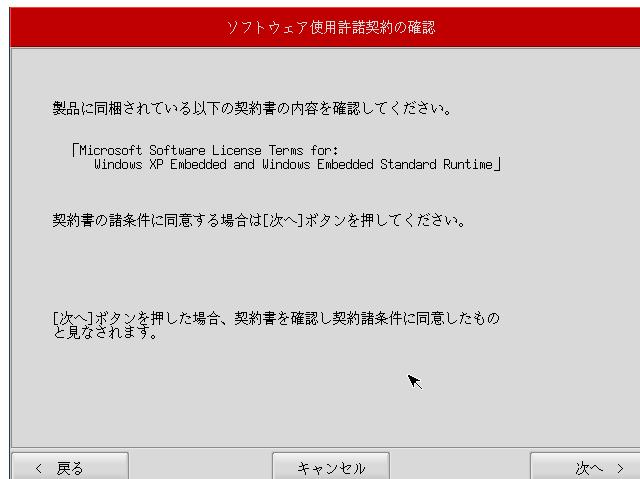

図5-2-1. ソフトウェア使用許諾契約確認画面
- ⑤ ソフトウェア使用許諾契約確認画面（図5-2-1）が表示されます。使用許諾契約を確認し、使用許諾契約の諸条件に同意できる場合は[次へ]ボタンを押します。